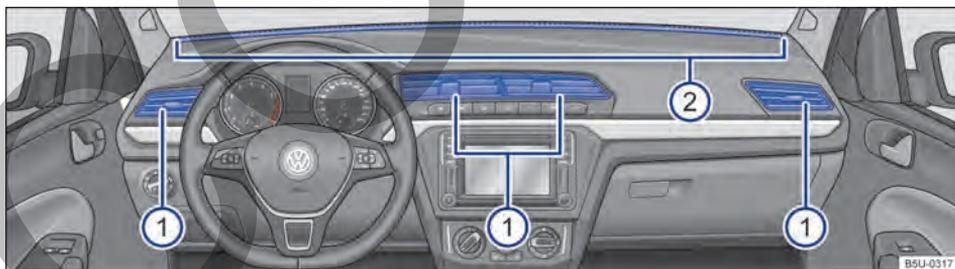

Fig. 83 En el panel de instrumentos: difusores de aire.
Para conseguir una calefacción, una refrigeración y una entrada de aire suficientes en el interior del vehículo, los difusores de aire nunca se deberán cerrar completamente → **fig. 83** **1**.
Hay otros difusores de aire, no regulables, en el panel de instrumentos → fig. 83 ② y en las áreas para los pies.